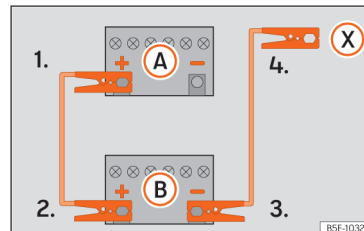

Fig. 43 Esquema de ligação para veículos sem sistema Start-Stop.
⊕ do veículo com a bateria descarregada **(A) » Fig. 43.**
- 4a. *Nos veículos sem sistema Start-Stop:* li-gue uma extremidade do cabo auxiliar de arranque *preto* ao polo negativo ⊖ do veículo que fornece a corrente **(B) » Fig. 43.**